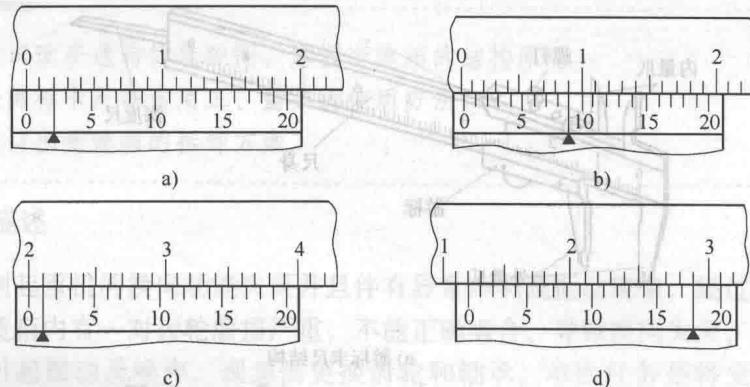

图 1-4 分度值为 0.05mm 的游标卡尺读数示例
1) 分度值为 0.05mm 的游标卡尺读数示例。如图 1-4 所示, 有黑色三角形符号的游标刻度线为对齐的刻度线。